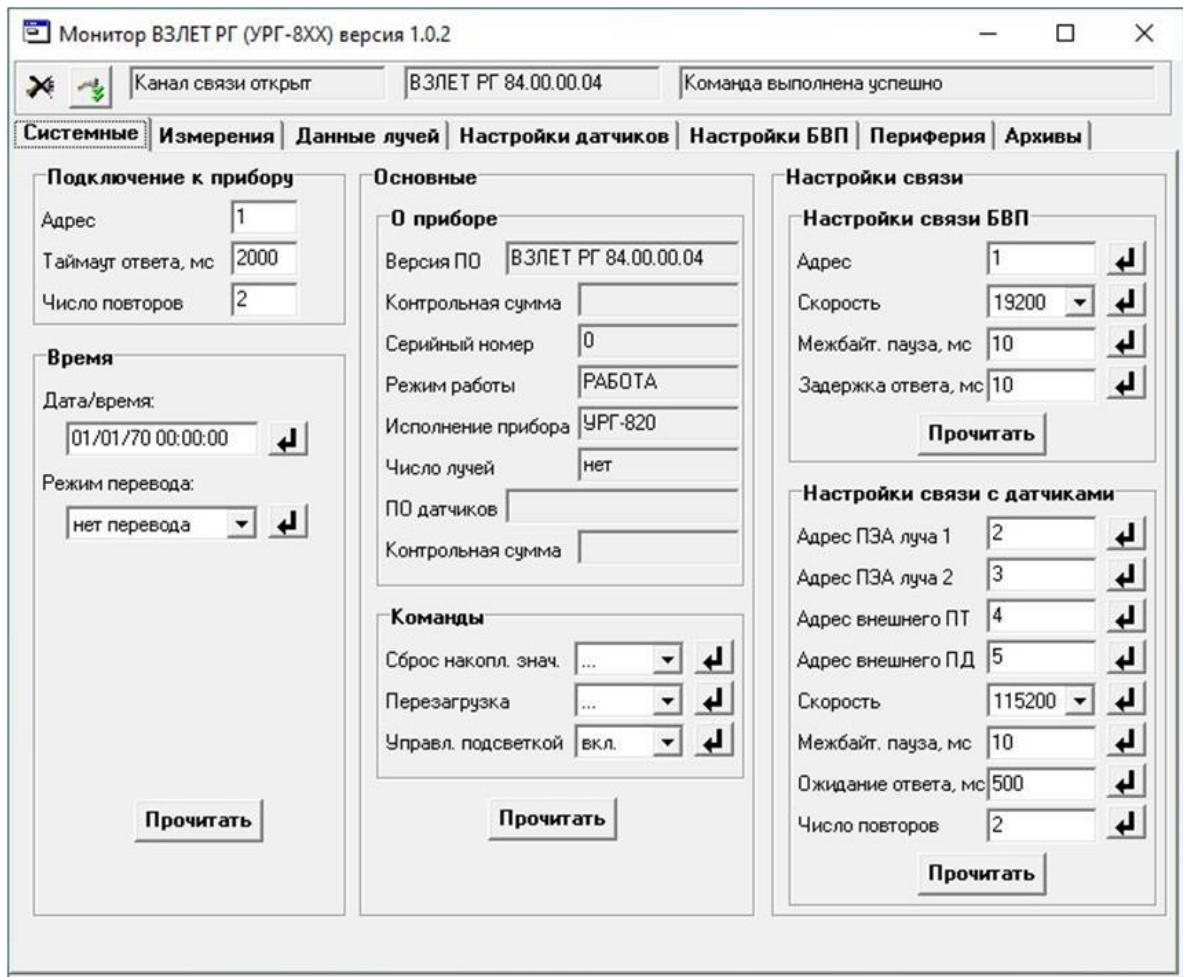

Рисунок 19 - Основное окно программы после установления связи с расходомером.
6.1.3 После настройки параметров связи нажать кнопку , в командной строке появятся сообщения: «**Канал связи открыт**», «**Команда выполнена успешно**» и номер программного обеспечения расходомера (см. рисунок 19), а кнопка включения изменит свой вид: .